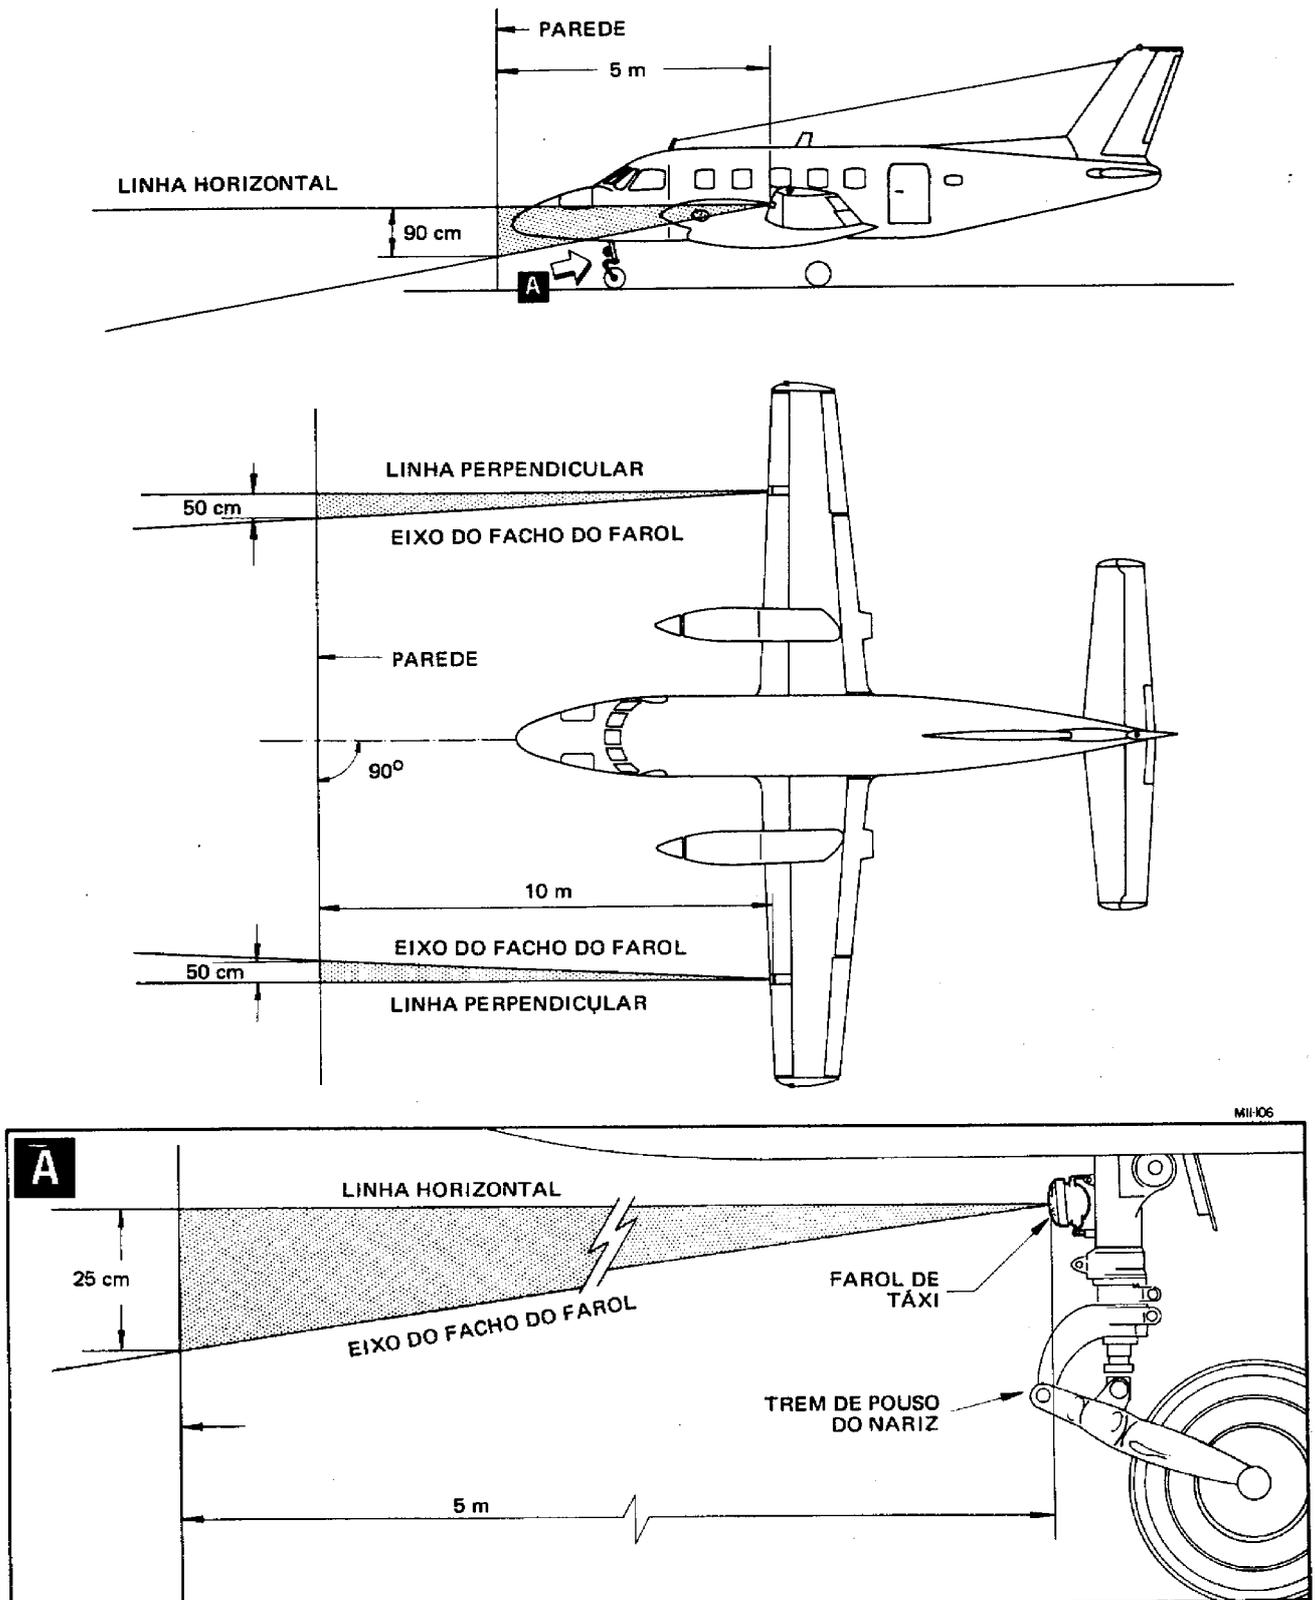

Figura 5-14. Regulagem dos Faróis de Aterragem e Táxi
5-17. REGULAGEM DO FAROL DE TÁXI (figura 5-14)
5. Regule o fecho do farol, conforme a figura 5-14.